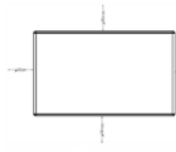

Рис. 2
- При креплении устройства на стене расстояние со всех сторон корпуса до любых предметов должно быть не менее 300 мм (рис. 2), электрическая розетка должна находиться ниже корпуса устройства, при этом доступ к электрической розетке должен быть свободным.
- При креплении устройства на стене напольные опоры (4) с колёсиками (5) не используются.